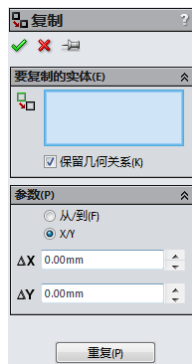

图 2-127 【复制】对话框
- X/Y：如果选中该复制方式，则【复制】对话框变为如图 2-127 所示。